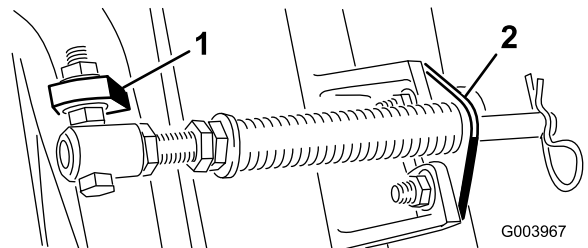

Bild 5
- D. Montieren Sie die Stangenhalterung mit den Schlossschrauben und Muttern an den Mähwerksnasen (**Bild 5**).